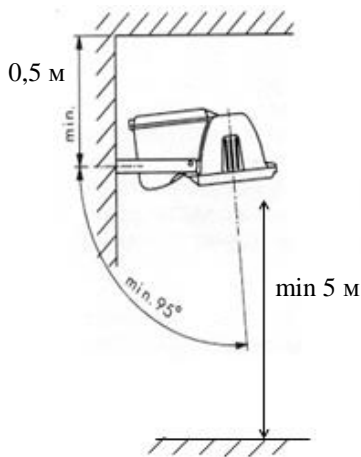

Рис. 8
4.2. Крепление пржектора на опорной поверхности должно производиться с соблюдением расстояний, указанных на рис. 8.
5.3. Установить выносной блок и пржектор с закрепленным на лире блоком горячего перезапуска, закрепив лиру пржектора на опорной поверхности винтами М16, под шляпки винтов следует поместить стопорные шайбы (усилие затяжки 100 Н/м). Расстояние между пржектором и освещаемой поверхностью не должно быть менее 5 м (см. рис. 8). Рабочее положение для пржекторов с симметричным и круглосимметричным отражателем смотри на рис. 8а, для пржектора с ассиметричным отражателем – 8б.
Рис. 8а
Рис. 8б